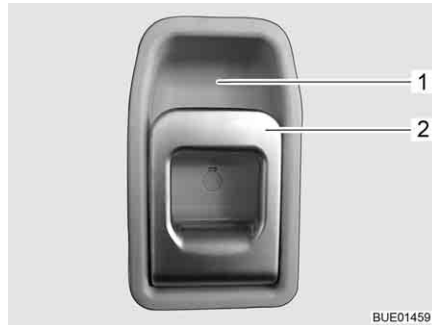

Fig. 29 Serrure de la porte cellule, à l'intérieur
- Tirer sur la poignée (Fig. 29,2). La serrure de la porte est déverrouillée.
- Appuyer sur la poignée (Fig. 29,2) en haut en direction de l'évidement (Fig. 29,1) dans lequel elle repose.